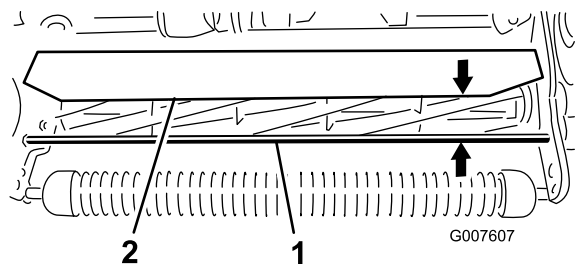

Figura 55
1. Mida la distancia desde la parte superior de la varilla de soporte delantera hasta el borde delantero del deflector en cada extremo de la unidad de corte (Figura 55).